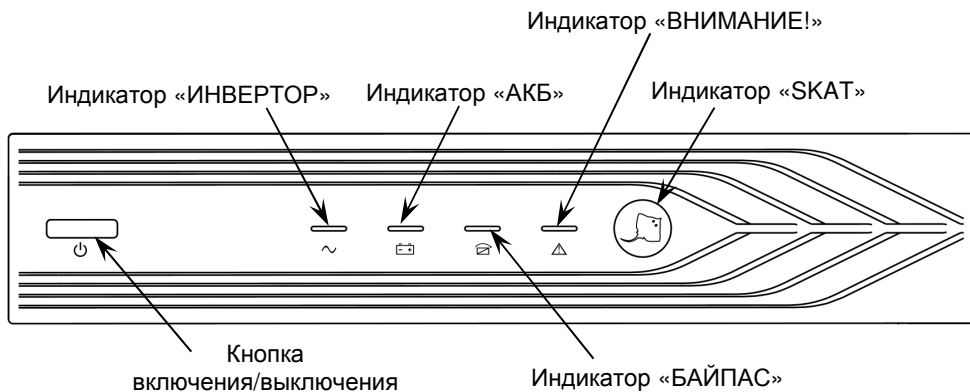

Рисунок 1 — Общий вид передней панели изделия.
**Изделие выполнено** в металлическом корпусе с перфорированной пластиковой передней панелью, на которой расположены кнопка включения/выключения и светодиодные индикаторы (рисунок 1).